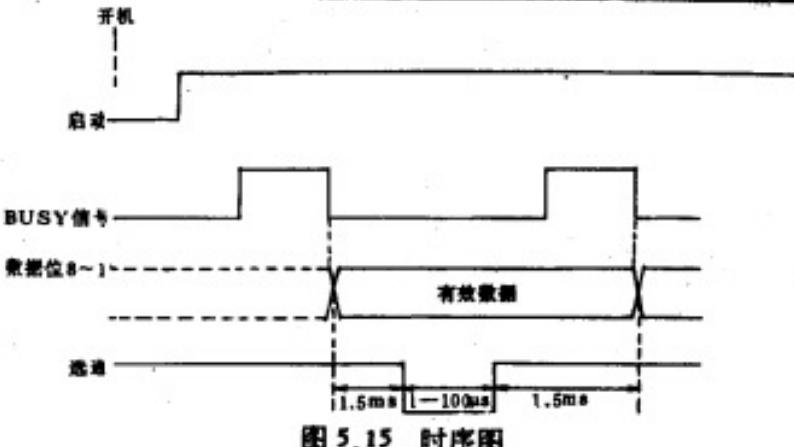

图 5.15 时序图
(2) 输出连接
使用 DB-25(M) 型插针, 其形状和编号如图 5.15 所示。